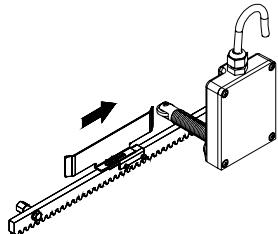

Fig.19
- 5) Haga deslizar la lámina sobre la cremallera en el sentido de apertura (Fig. 19). Apenas el led del fin de carrera de apertura presente en el equipo electrónico se apague, haga avanzar la lámina unos 20-30 mm y fíjela provisionalmente sobre la cremallera con los tornillos en dotación.
- 6) Repita las operaciones de los puntos 4 y 5 para el fin de carrera de cierre, Fig. 19.